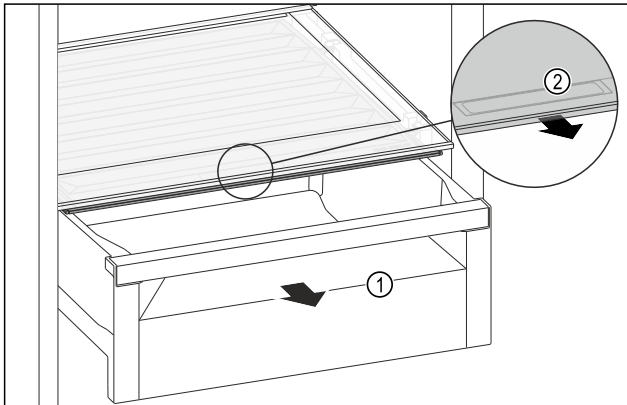

Fig. 63
- ▶ Извлеките выдвижной ящик Fig. 63 (1).
- ▶ Возьмитесь за утопленную ручку Fig. 63 (2) на крышке отделения и одновременно потяните крышку отделения вперед.